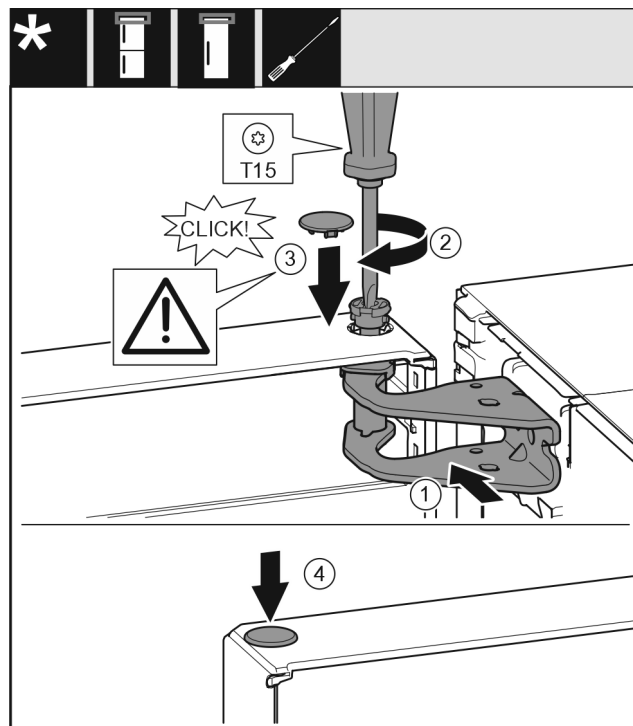

Fig. 23
- Allineare la porta in alto all'apertura nel blocco di supporto. Fig. 23 (1)
- Inserire i perni e serrare con il cacciavite T15. Fig. 23 (2)
- ▶ Montare la copertura di protezione della porta: inserire la copertura di protezione e controllare se appoggia sulla porta. Altrimenti inserire completamente il perno. Fig. 23 (3)
- ▶ Inserire i tappi. Fig. 23 (4)